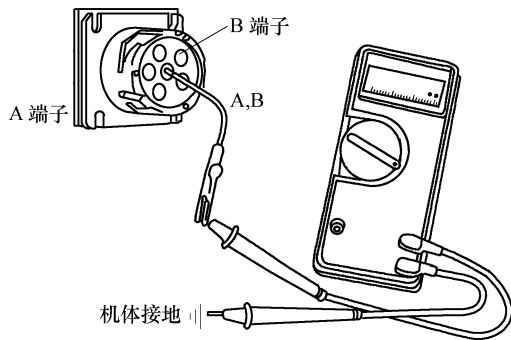

图 5-53 分别测量触针 A、B 与机体间的电阻
(3) 检查是否对地短路 分别测量 6 针插头触针 A、B 与机体间的电阻(图 5-53), 均应大于 $100k\Omega$, 即显示开路。如果电路不是开路, 应维修或更换 OEM 线束。